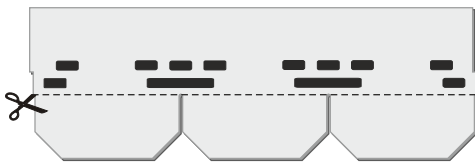
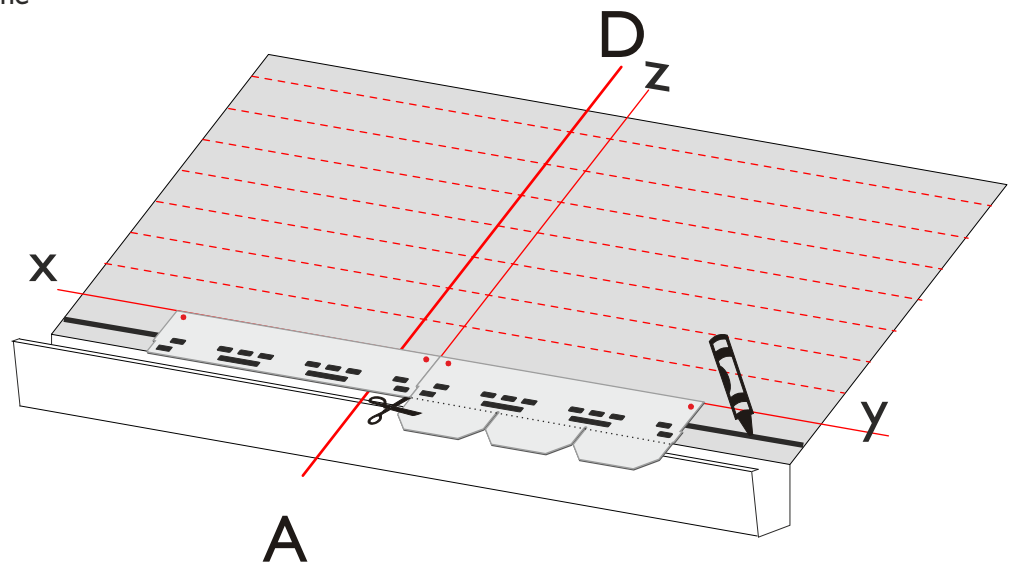

Fig. 2 - Taglio delle faldine
Fig. 3 - Posa della fila di partenza
- Applicare sulla linea di gronda un cordolo di adesivo bituminoso “bitustick” e le tegole dopo averne tagliato le faldine (fig.2). Per posare correttamente la fila di partenza allineare la tegola alla linea di riferimento z (vedi fig. 3).